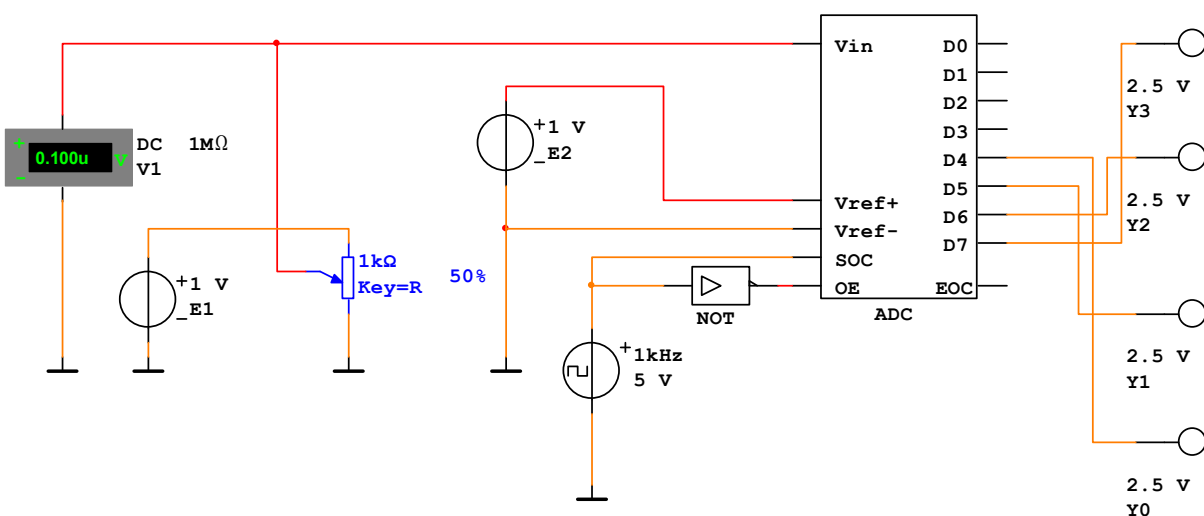

Рис.14.2
14.2.2. Для изучения АЦП соберите схему, приведенную на рис.14.2.